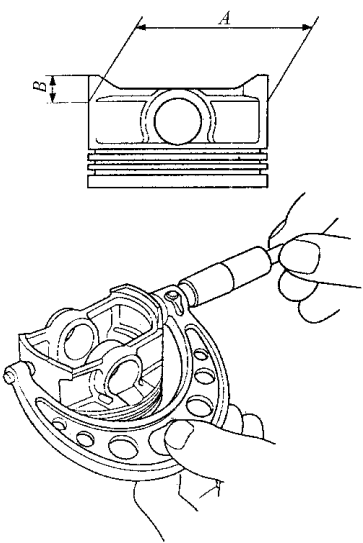

图 2-34 活塞直径测量
3) 如图 2-34 所示, 在距活塞裙部底端 B 处测量活塞直径 A。